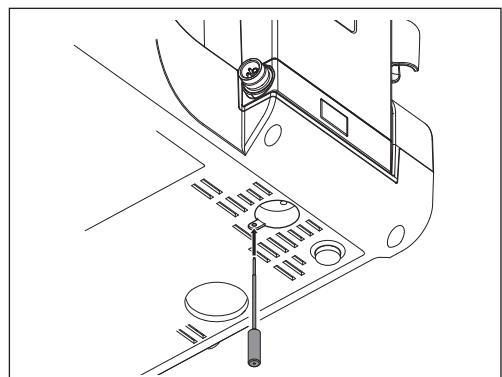

Fig. 42
- 1) Inserte en el orificio que se encuentra en la base de la unidad de control la herramienta de desbloqueo incluida e intodúzcala por completo. (Fig. 42)